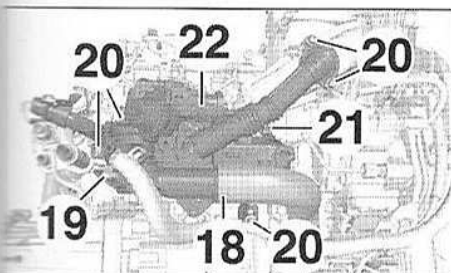

FIG.120
- Débrancher la durit (18) (Fig.120).
- l'agrafe (19) et écarter le faisceau électrique,
- les vis (20),
- l'écrou (21),
- le module de recyclage des gaz d'échappement (22).